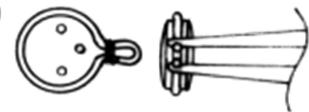

Abb. 12: Zusammendrücken des Rinds mit quer genuteter Pinzette
4. Juffer einlegen, Ring mit Pinzette zusammenklemmen und mit 0,1 - mm Kupferdraht (aus Litze) umwickeln. Hierzu benutzt man eine Takelpinzette (Abbildung 12).